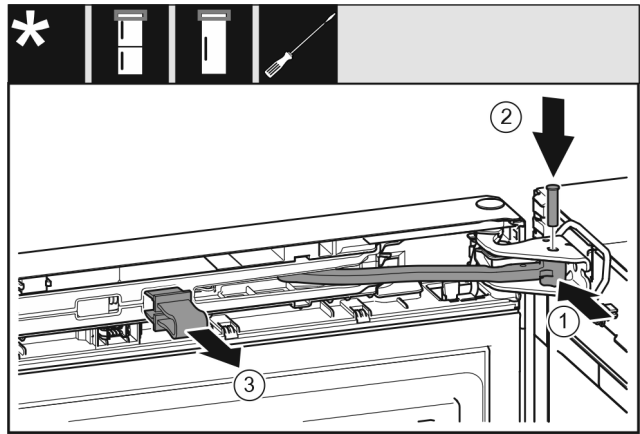

Fig. 24
- ▶ Gelenk in Lagerbock drehen. *Fig. 24 (1)*
- ▶ Bolzen in Lagerbock und Gelenk einsetzen. Dabei darauf achten, dass der Rastnocken korrekt in der Nut sitzt. *Fig. 24 (2)*
- ▶ Sicherung abnehmen. *Fig. 24 (3)*